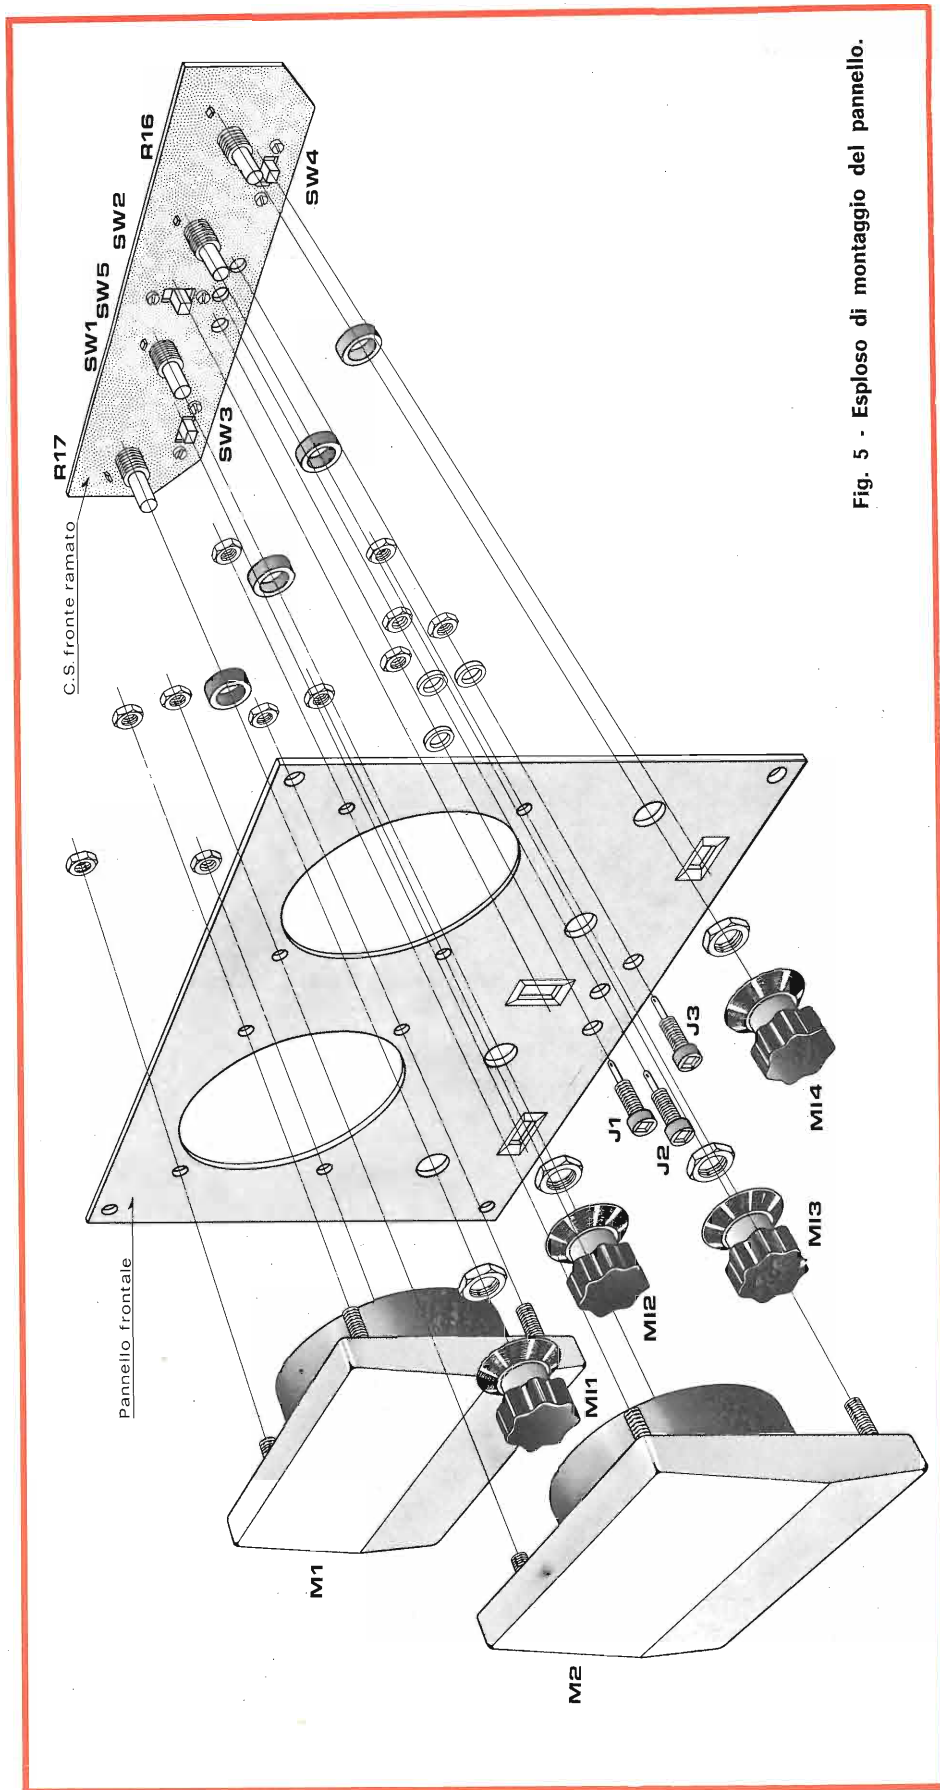

Fig. 5 - Esploso di montaggio del pannello.
**3ª Fase - Pannello frontale - Montaggio delle parti staccate - fig. 5**